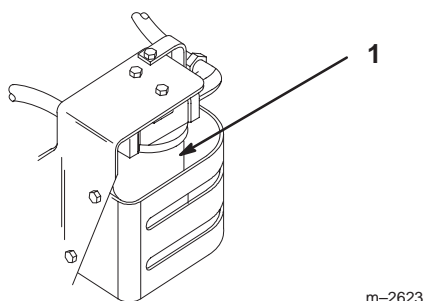

Figure 32
2. Placez un bac de vidange sous le filtre, déposez le filtre usagé et essuyez la surface du joint de l'adaptateur (Fig. 32).